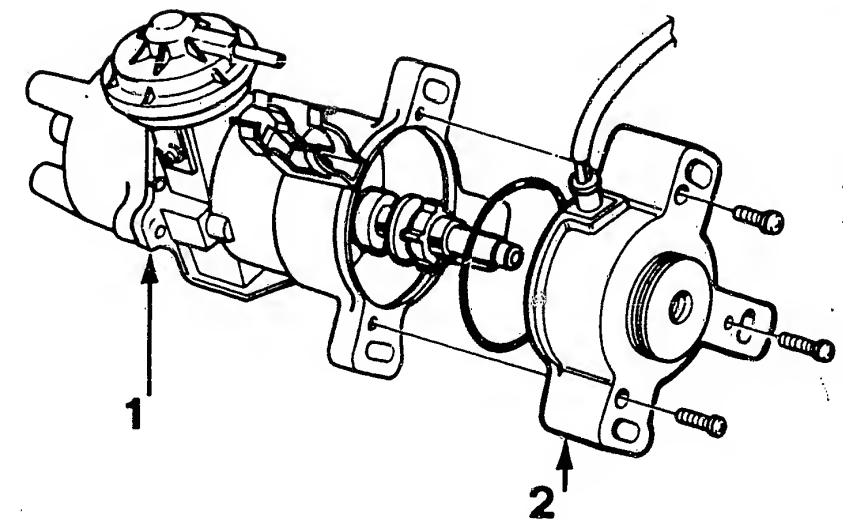

Bild 2 Der Kurbelwinkel- respektive Zylinder- und OT-Sensor. 1 Zündverteiler – 2 Sensorgehäuse.
1.3.1 Kurbelwinkelsensor (Bild 2)